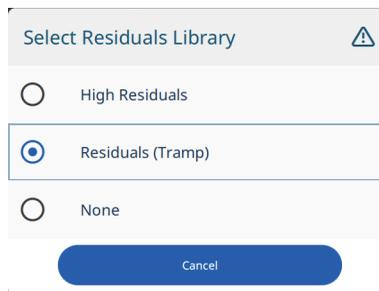

图 2-69 选择残量库对话框
2. 在**Select Residuals Library**（选择残量库）对话框中，选择一个复选框，以加载一个残量库（参见第81页的图 2-69）。